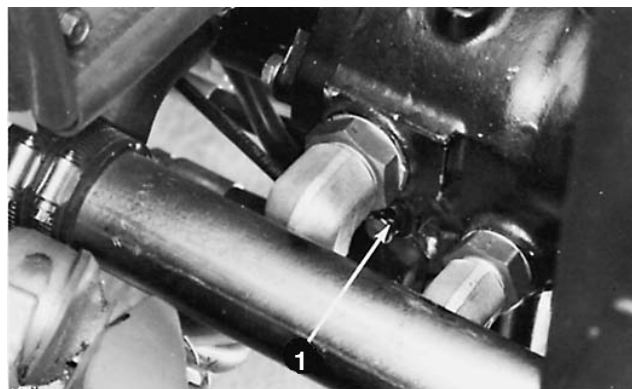

Figure 31
1. La vanne de dérivation se trouve à gauche de la pompe à cylindrée variable (Fig. 31). Tournez la vanne de 1/2 à 1 tour dans le sens anti-horaire pour l'ouvrir et permettre à l'huile d'être dérivée dans le circuit. Il sera alors possible de déplacer la machine **lentement** sans endommager la transmission.